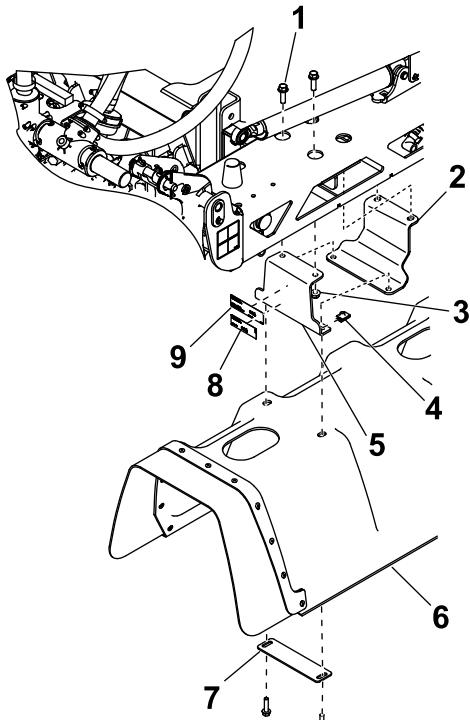

Bild 8
Befestigen Sie den Aufkleber mit den Modell- und Seriennummern und den Aufkleber der Aufsichtsbehörde an einer Halterung des mittleren Auslegers, wie in Bild 8 abgebildet.
1. Befestigen Sie jede der zwei mittleren Halterungen und Ausleger-Befestigungsplatten mit zwei Sechskantschrauben ($3/8'' \times 1\frac{1}{4}''$) und zwei Bundmuttern ($3/8''$) am mittleren Ausleger, wie in Bild 8 abgebildet.
2. Befestigen Sie die mittlere Abdeckung mit vier U-Muttern, zwei Scheibenplatten und vier Sechskantschrauben ($\frac{5}{16}$ " x 1 $\frac{1}{4}$ ") an den Halterungen des mittleren Auslegers, wie in Bild 8 abgebildet.